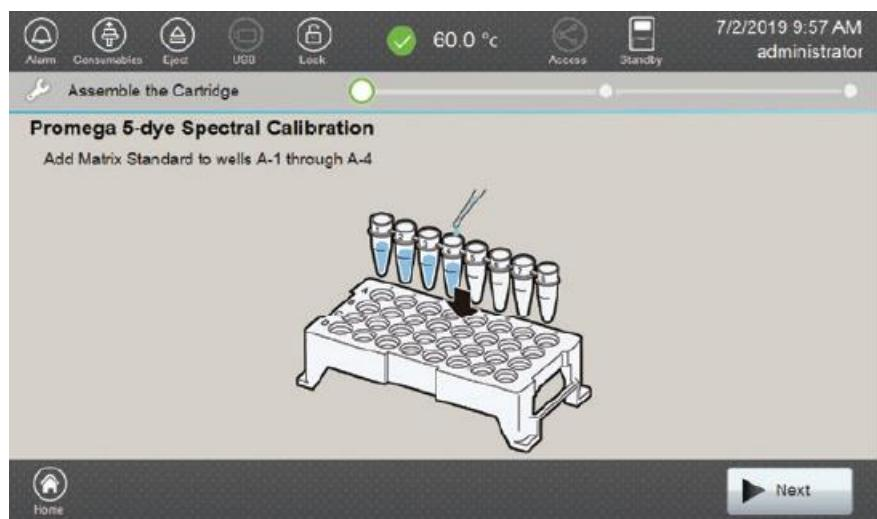

図 48 Assemble the Cartridge 画面
4. Spectral calibration のサンプルを 8 連チューブの 1-4 のウェルに入れ、ストリップセプタマットをチューブに取り付けてストリップベースのレーン A の位置にセットしてください。Assemble the Cartridge 画面（図 48）の表示のように、A1-A4 の位置にサンプルが入ったチューブがセットされていることを確認してください。